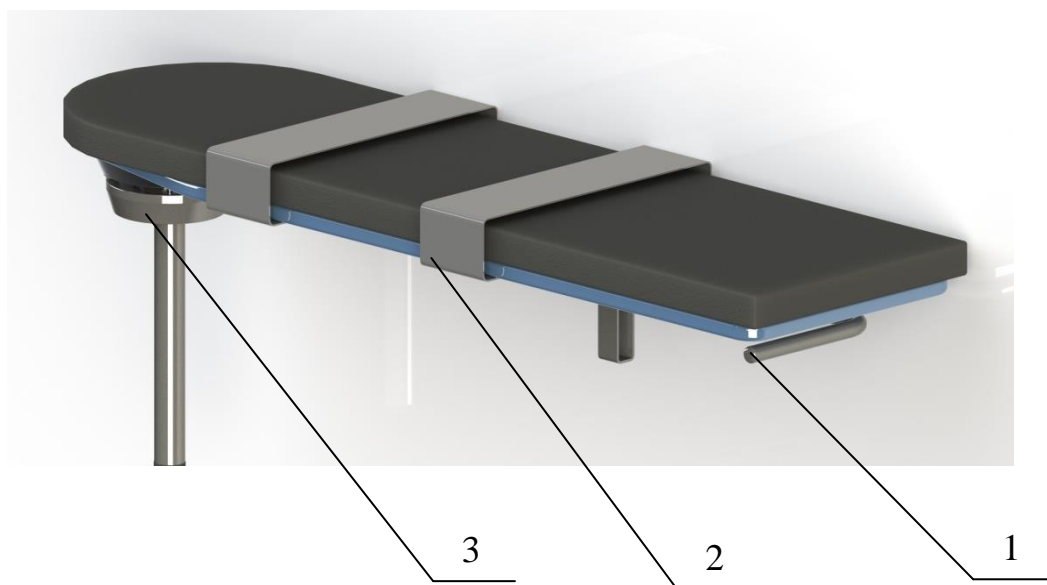

Рисунок 17. Столик для инъекций регулируемый.
9. Столик для инъекций регулируемый (опора для руки) (Рисунок 17). Регулируется по высоте и поворачивается вокруг вертикальной оси и в плоскости благодаря шаровому зажиму. Для расфиксации шарнира 3 столика необходимо приподнять рычаг 1, и повернуть столик в удобное положение. Оснащен быстросъемным зажимом и фиксирующими ремнями 2. Максимальная допустимая нагрузка – 10 кг.